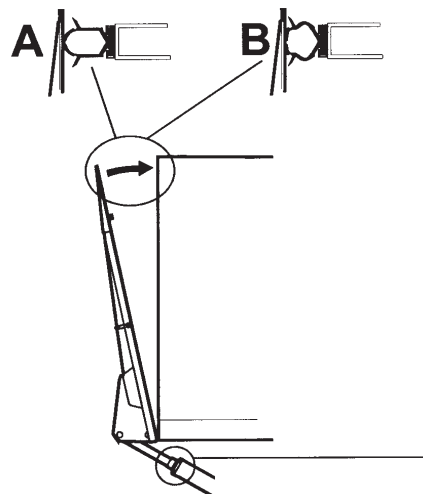

Imagen 29. Ajuste de apoyo contra la carrocería
4. Girar la llave de ajuste de modo que la plataforma se apoye justo en la junta de la carrocería. Imagen 29.
9. Ajustar ambos cilindros alternativamente de modo que la plataforma se apoye contra la carrocería, véase Imagen 29 (B).